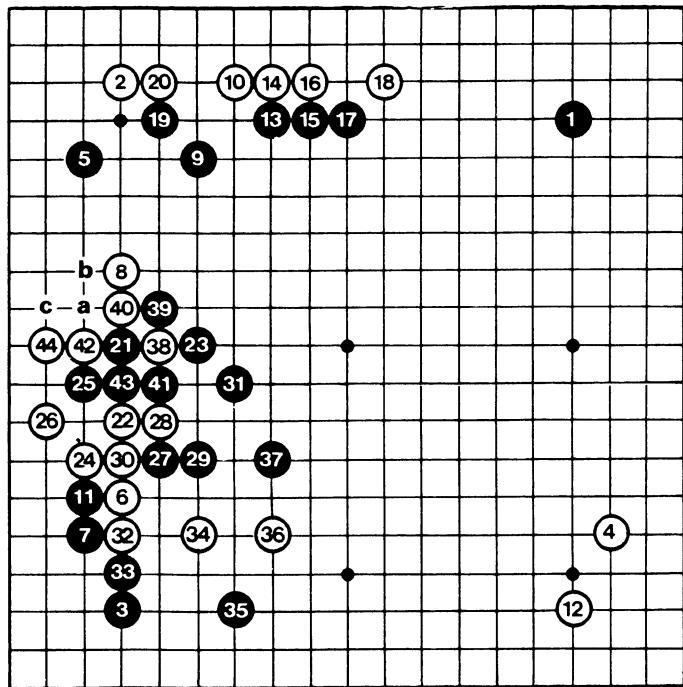

Figure 1: coups 1 à 44.
On voit sur la figure 1 comment se
► Il y a essentiellement deux "curiosités" dans cette partie qui oppose deux professionnels 9-Dan, le plus haut niveau (Rin, Chinois de Taïwan, vedette des années 1965-70 et Hashimoto Shoji, leader de la *Kansai Ki In*, Fédération des joueurs de la région d'Osaka). D'abord, au coup 41, point aveugle pour les deux joueurs, mais aussi pour les nombreux professionnels assistant au match, c'est un amateur qui suggère la bonne réponse en "a" (figure 1) au lieu de 41, même si c'est Rin lui-même qui fournit la solution complète à l'analyse.